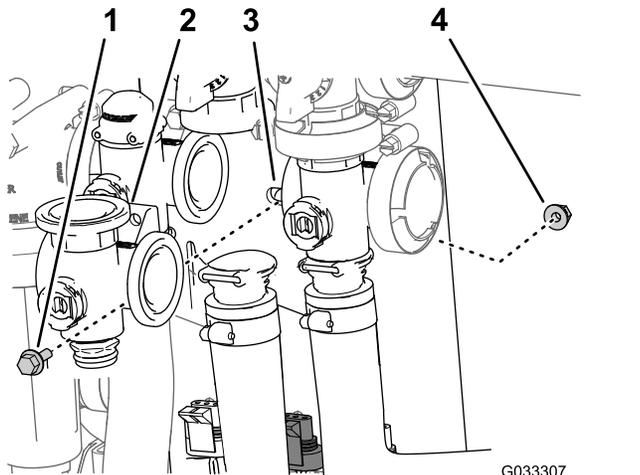

図 71
3. 攪拌バルブをバルブマウントに固定しているフランジヘッドボルトとフランジロックナットを外してバルブマニホルドを機体から取り外す 図 71。